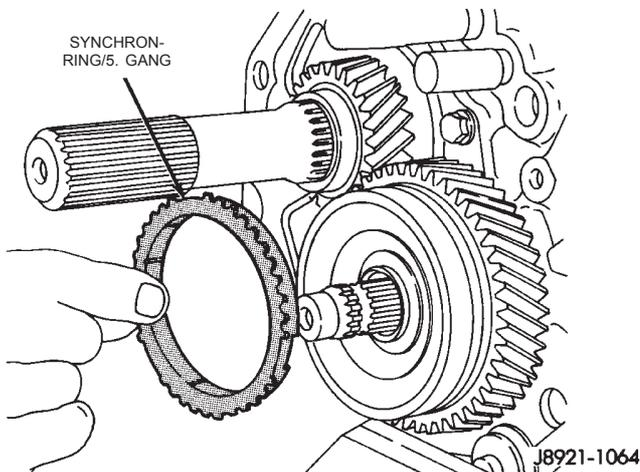

Abb. 99 Synchronring/5. Gang einbauen
(30) Den Synchronring für den fünften Gang einbauen (Abb. 99).